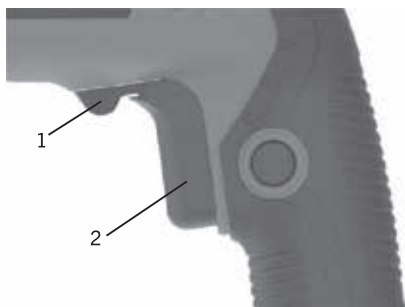

Fig. 1
Le commutateur de marche avant/arrière (1) est placé au-dessus de la gâchette (2), pour plus de commodité (figure 1). Pour faire tourner la perceuse dans le sens horaire pour le perçage, appuyez sur le bouton de marche avant/arrière vers la gauche. Pour faire tourner la perceuse dans le sens antihoraire, appuyez sur le bouton de marche avant/arrière vers la droite.
- Pour démarrer la perceuse, comprimer doucement la gâchette (2) (figure 1).